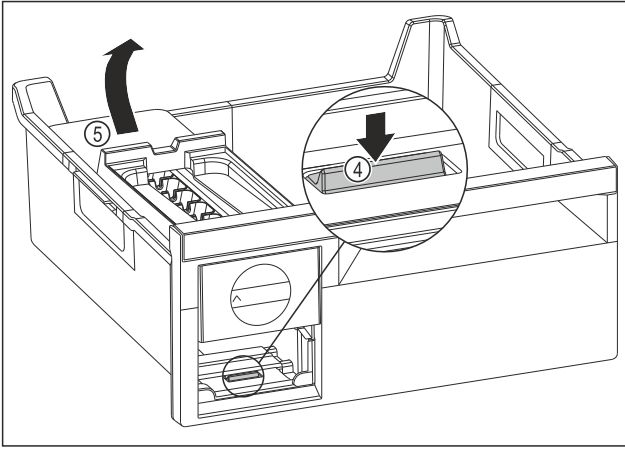

Fig. 78
- EasyTwist-Ice gövdesini çıkarın: Kulağı Fig. 78 (4) parmağınızla aşağı bastırın ve aynı anda diğer elinizle EasyTwist-Ice gövdesini Fig. 78 (5) arkadan kaldırın.